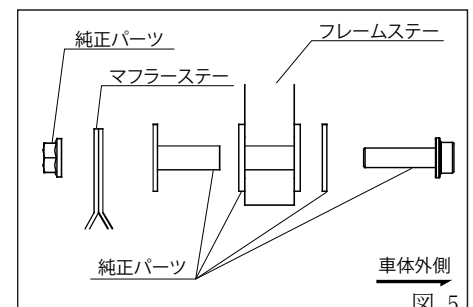

図.5
- ⑤ 写真を参考に、フレーム下側のステーへ、マフラステーを合わせ仮組みします。再使用する純正部品の組み付け順は図.5を参考にして下さい。